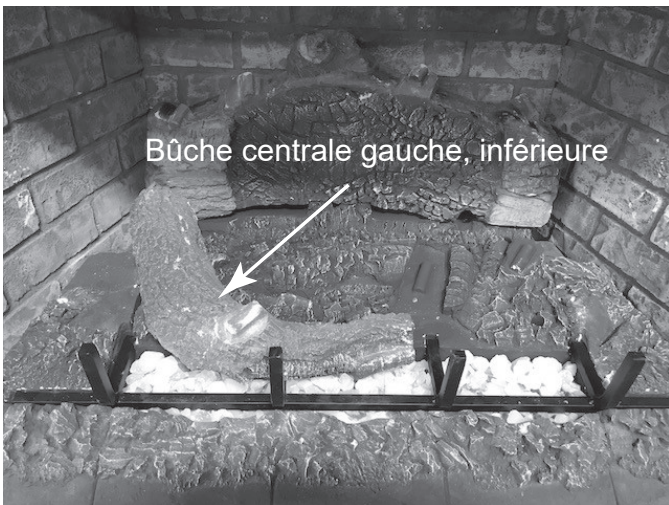

Figure 11.15
- Positionnez la bûche centrale gauche en la plaçant de manière à ce que les deux encoches situées à sa base s'alignent avec les deux repères de positionnement situés sur le dessus du brûleur. Voir la figure 11.15.